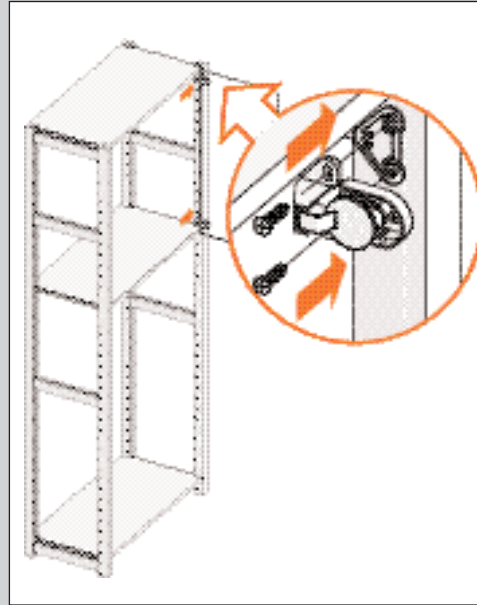

ABBILDUNG 28
4. Schrauben Sie das Scharnier am Ständer fest (siehe Abb. 28).